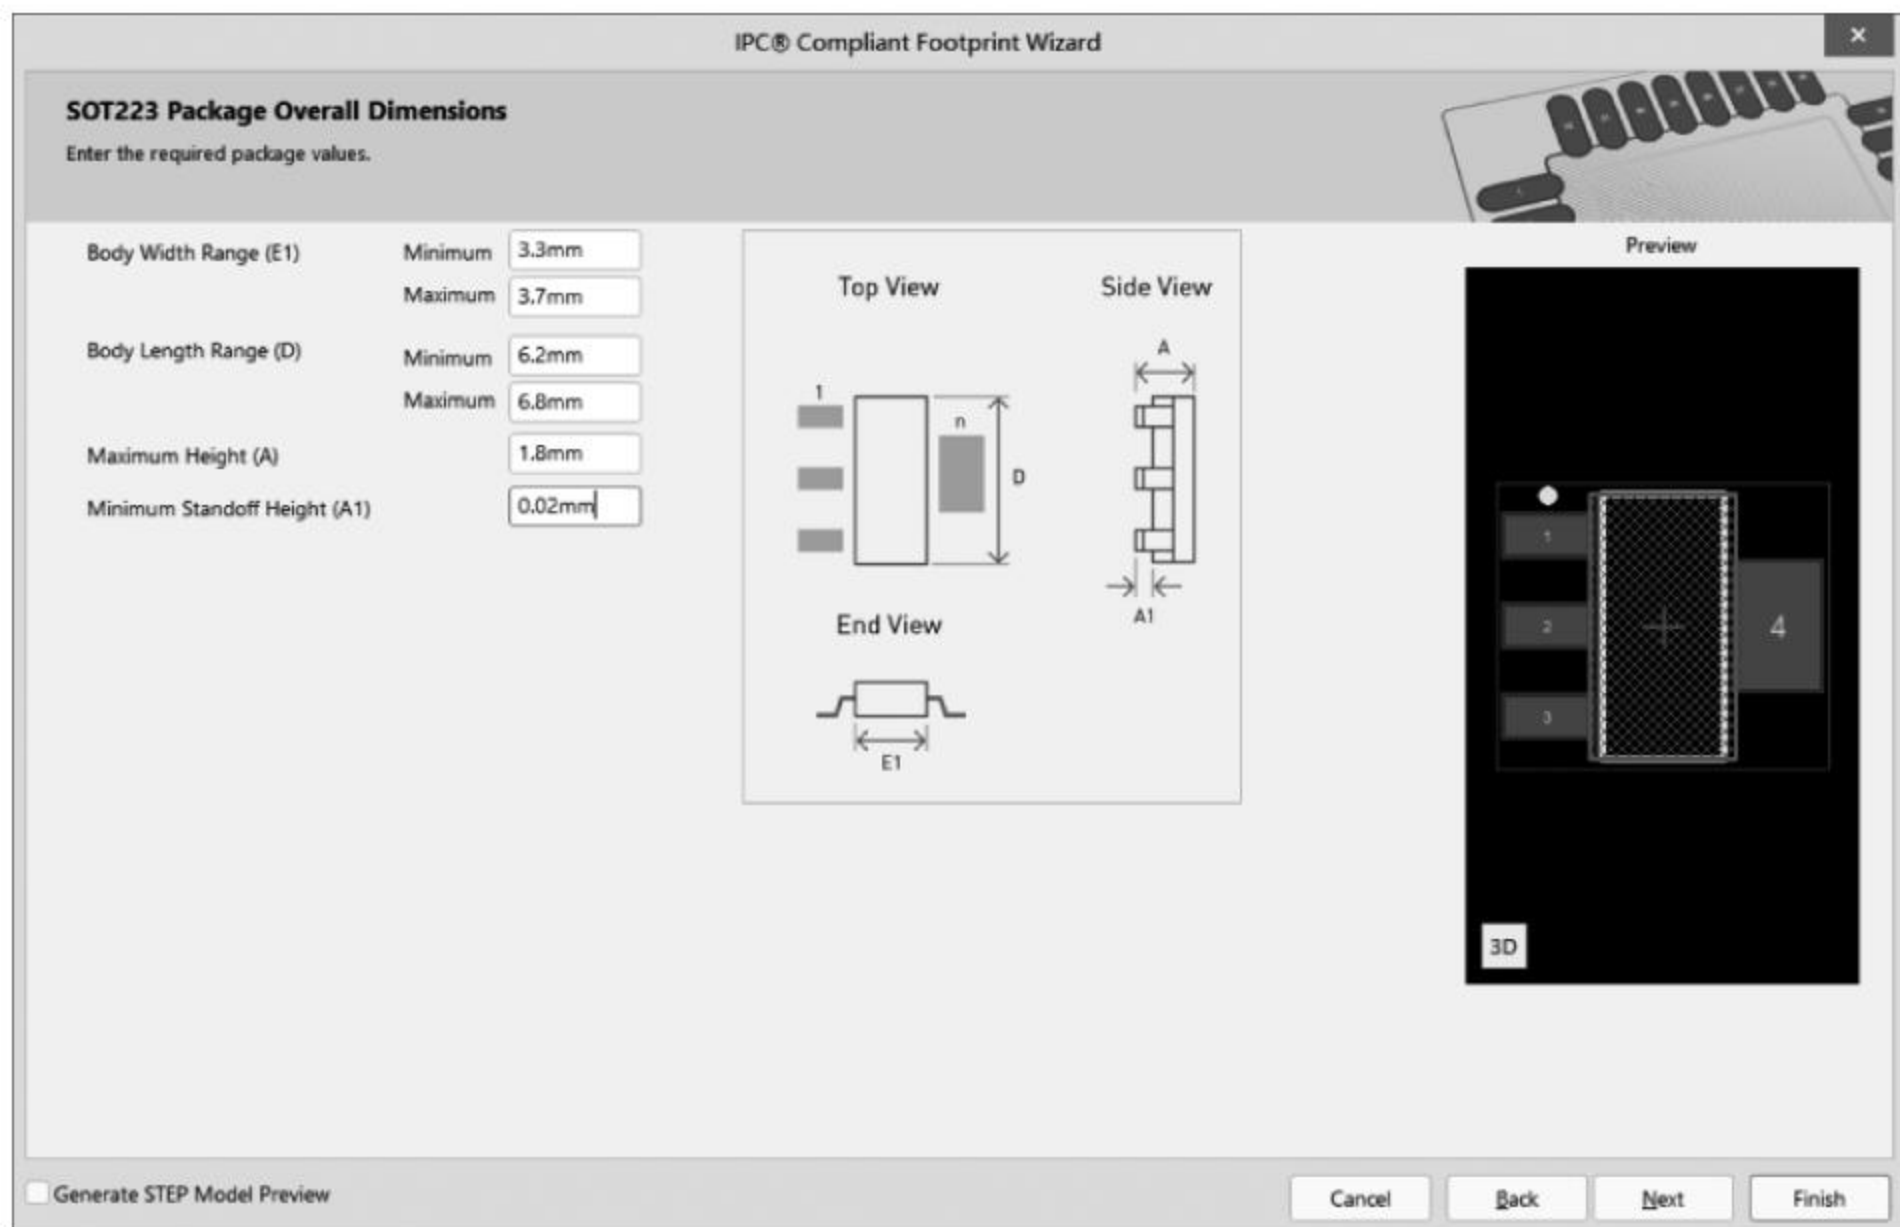
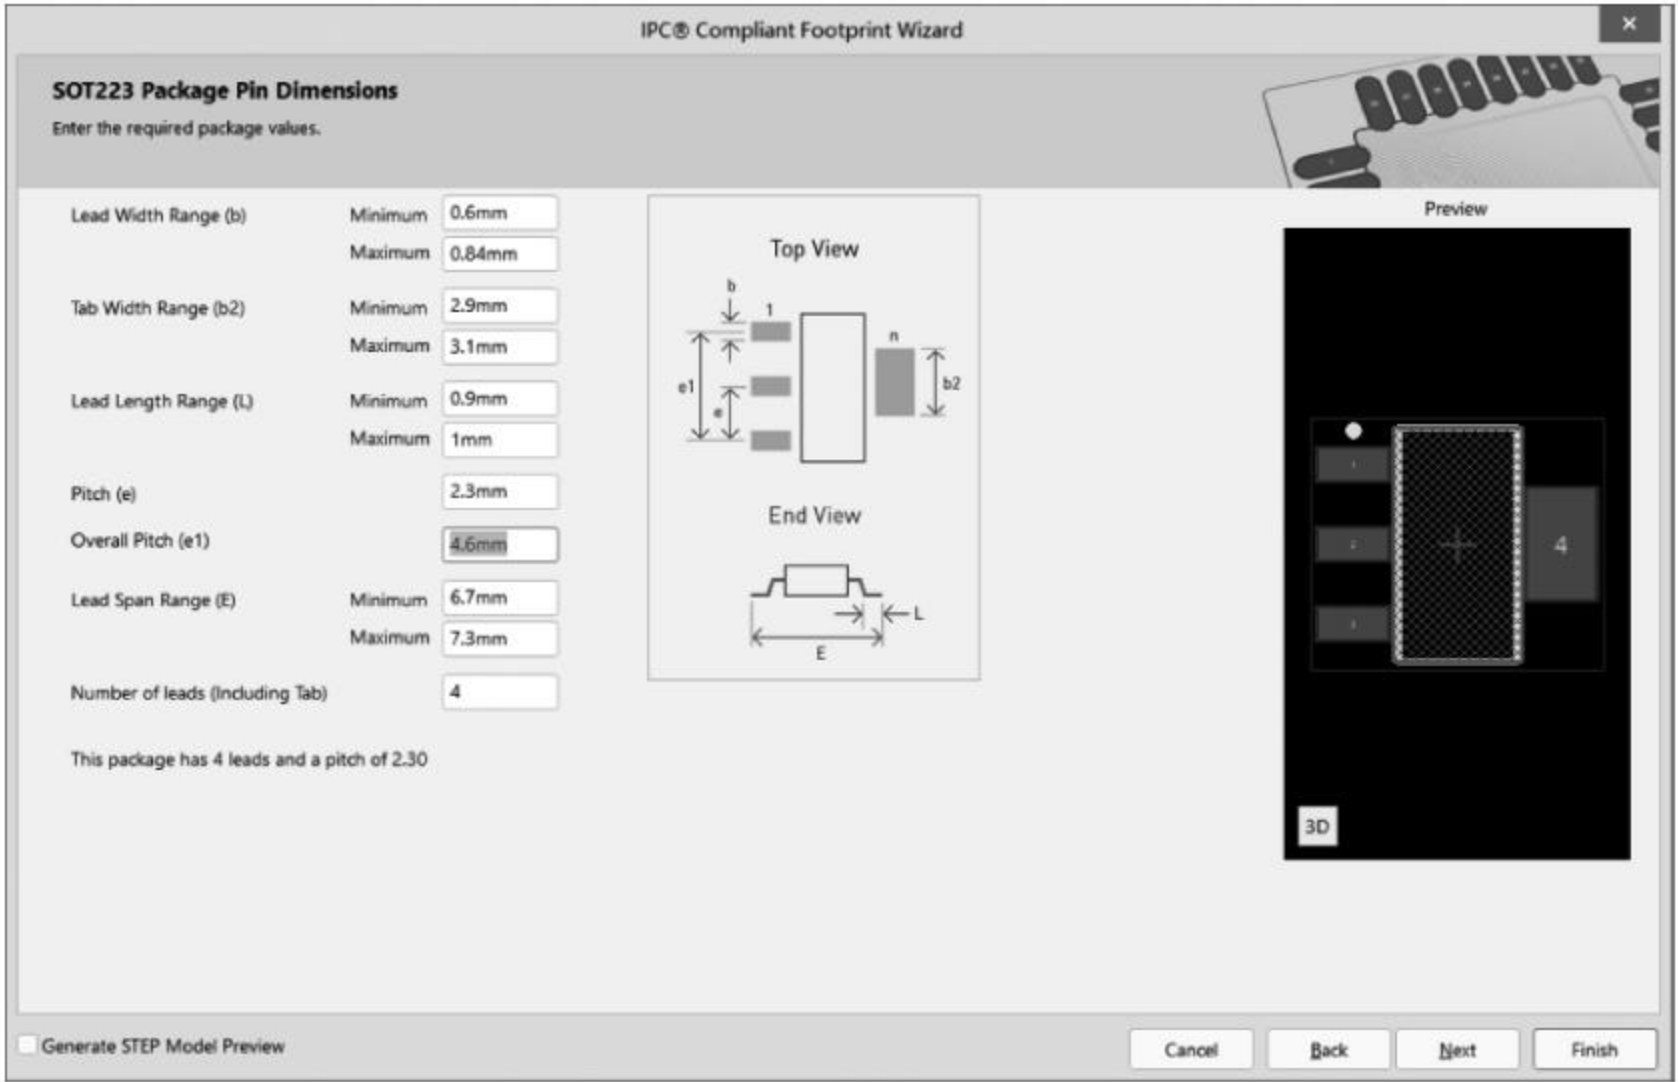

图 3-51 输入芯片参数
图 3-52 继续输入芯片参数
(2) 单击 Next 按钮,在弹出的 Select Component Type 对话框中选择相应的封装类型,这里选择 SOT223 系列。
(3) 选择好封装类型之后,单击 Next 按钮,在弹出的参数对话框中根据芯片规格书输入对应的参数,如图 3-51 和图 3-52 所示。